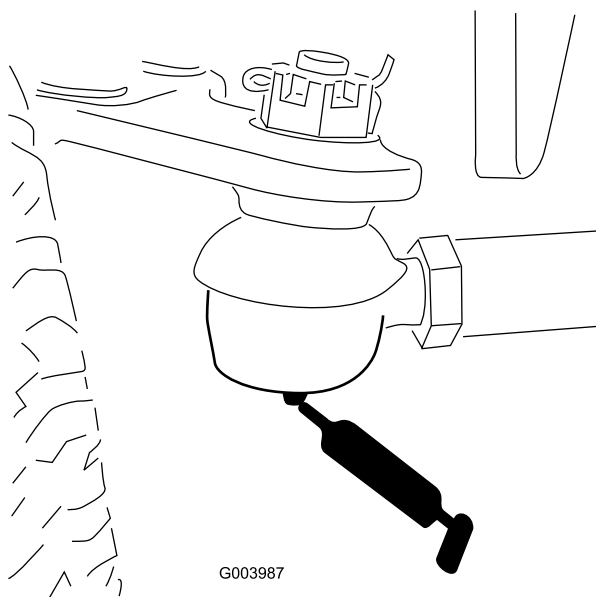

Bild 33
- Spurstange der Hinterachse (2) (Bild 33)